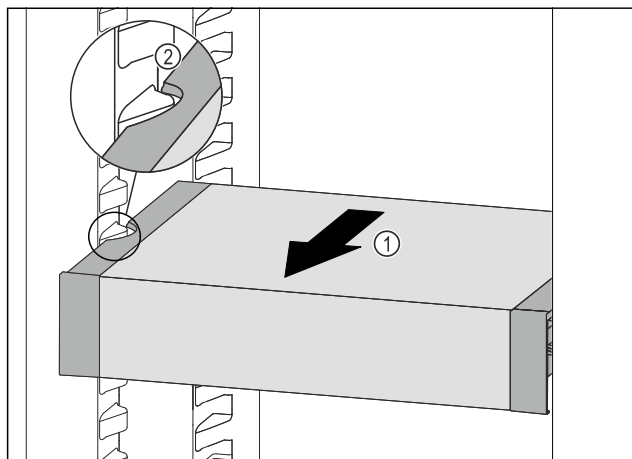

Fig. 109
- ▶ Træk VarioSafe fremefter Fig. 109 (1), indtil udsparingerne i siden på VarioSafe er på niveau med beholderribben i kølesektionen. Fig. 109 (2)